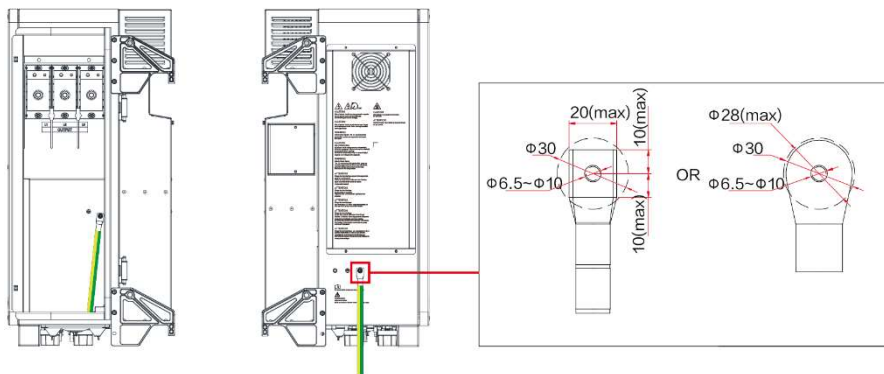

Figura 4-5 Métodos de aterramento
- Aterramento interno: conecte o fio PE ao orifício de aterramento interno localizado no lado inferior direito do terminal CA, conforme mostrado na Figura 4-5 à esquerda (consulte a seção 4.4.2).
- Aterramento externo: conecte o cabo PE ao ponto PE externo localizado na parte inferior da máquina, próximo à porta CA, conforme mostrado na Figura 4-5 à direita. **Nota:** Após a fiação, a posição de aterramento externo precisa ser revestida com cola ou tinta para melhorar a resistência à corrosão.